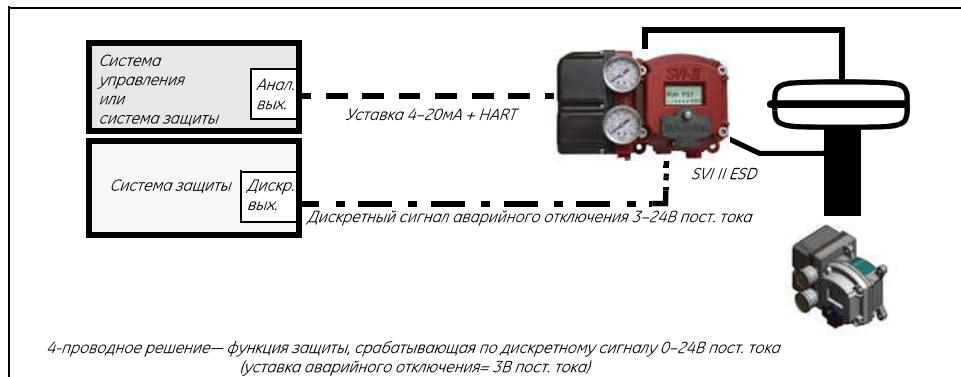

Рисунок 14 Конфигурация с аналоговым питанием и дискретным запросом безопасности (A/DSD)
В конфигурации с аналоговым питанием и дискретным запросом безопасности используются: сигнал на входе питания 4-20mA с наложением данных, передаваемых по протоколу HART®, для системы управления и 2-проводный сигнал 24В пост. тока для системы защиты (Рисунок 14).
1. Ослабьте четыре (4) винта крышки и снимите крышку SVI II ESD.
2. Подсоедините клеммы +/- источника тока к разъему *4 - 20mA /N*(Вход 4–20mA) (на клеммной панели). Клемма + источника тока должна быть подключена к разъему + на клеммной панели, то же справедливо для клеммы -. См. рис. 14 на стр. 45.